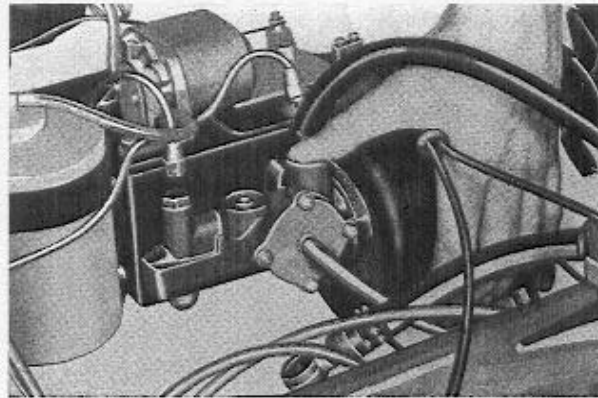

Abb. 44 Prüfmoment 1
1. Dieses Prüfmoment ist nur bei Servobremsszylinder auszuführen, wenn die Bremsflüssigkeit abgelassen ist. Den Servobremsszylinder auf seiner Konsole anbringen. Den hydraulischen Auslaß verschließen und einen Schlauchanschluß am Hydraul-einlaß anbringen. Den hydraulischen Auslaß verschließen Gewinde $3/8" \times 24 \text{ UNF}$. Die Vakuumleitung am hydraulischen Einlaß anschließen und Luftfilter ausbauen. Motor anlassen und im Leerlauf arbeiten lassen. Mit Hilfe des Fingers prüfen, ob Luft durch den Luftfilteranschluß und den üblichen Vakuumanschluß strömt. Siehe Abb. 44.